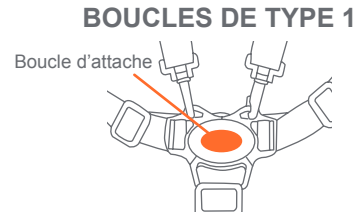

Fig. 15
- 15)** • Pour libérer la ceinture, appuyer sur le bouton rouge au centre des boucles, les deux sangles se détacheront (Fig. 15).